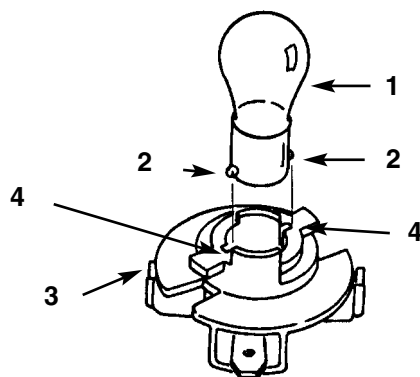

Fig. 20
4. Trykk pæren inn og dreii den mot urviserne til den stopper (ca. 1/4 omdreining) og ta pæren ut av holderen (fig. 20).
1. Pæren har metallstifter på siden av foten. Rett disse opp med slissene i pæreholderen og sett foten ned i holderen (fig. 20). Trykk ned og dreii pæren med urviserne til den stopper.